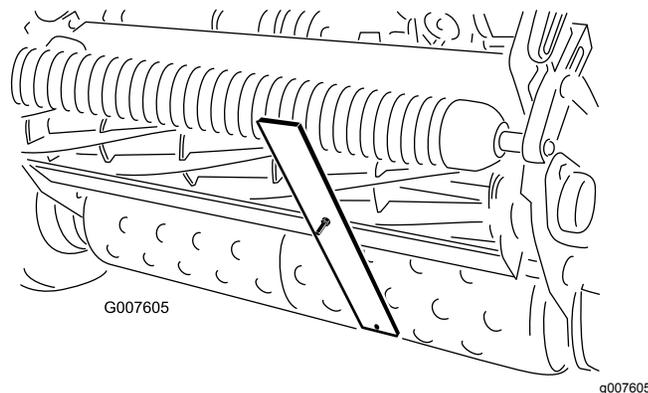

Рисунок 56
- Зацепите головку винта за режущую кромку неподвижного ножа и расположите задний конец планки на заднем валике (Рисунок 56).